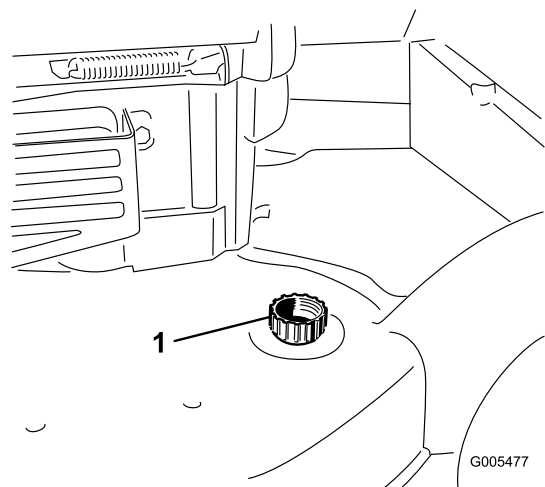

Figura 22
4. Collegate una canna da giardino al rubinetto dell'acqua e al foro di lavaggio (Figura 22).